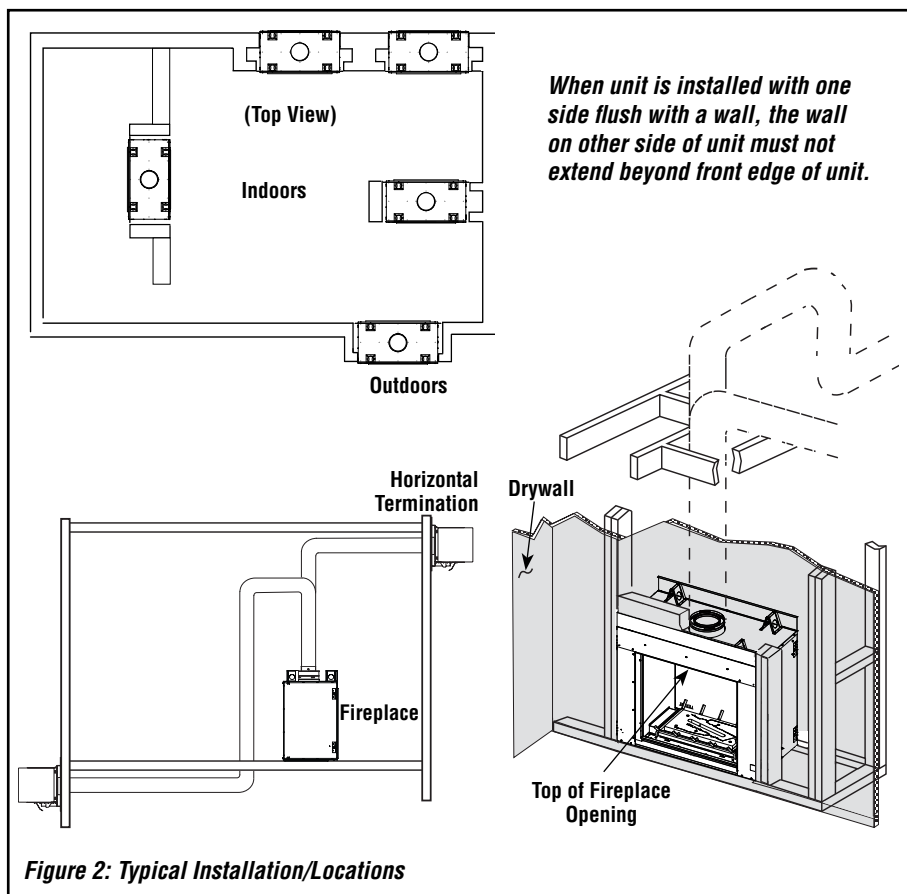

Figure 2: Typical Installation/Locations
CAUTION: Due to high temperatures, the appliance should be located out of traffic and away from furniture and draperies (Figure 2).
AVERTISSEMENT : En raison des températures élevées, l'appareil devrait être installé dans un endroit où il y a peu de circulation et loin du mobilier et des tentures (Figure 2).
- In addition, when the unit is recessed, the side walls surrounding the unit must not extend beyond the front edge of the unit (see **Figure 2** on **Page 7**).